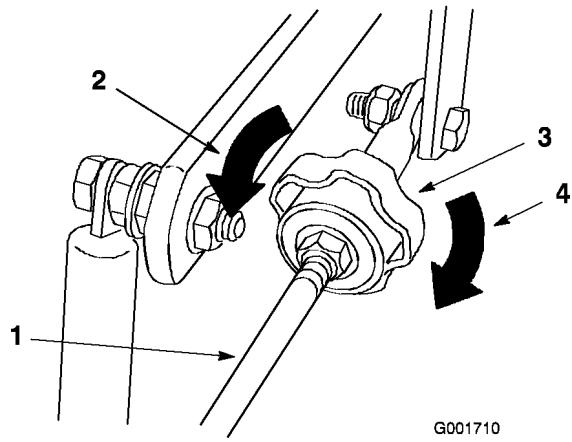

Figure 43
4. Réglez la correction directionnelle comme suit (Figure 43) :